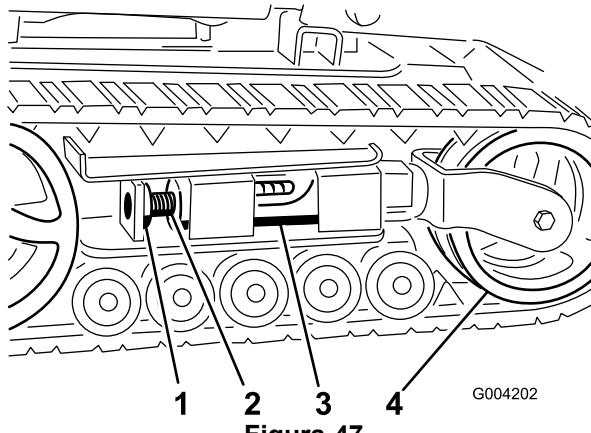
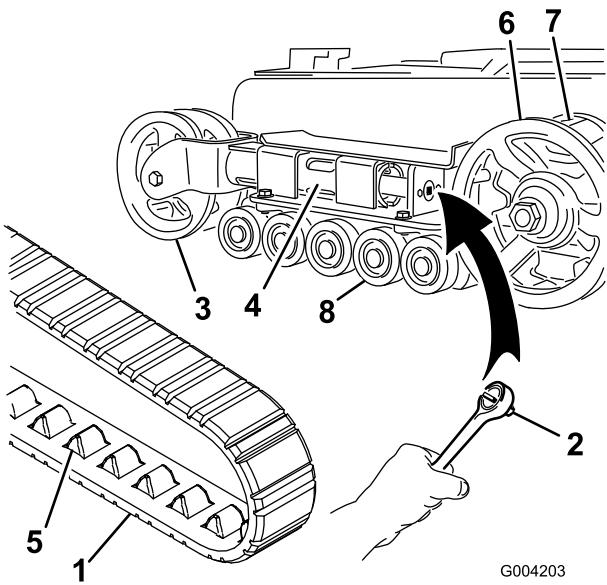

Figura 47
Figura 48
5. Alinee la muesca más próxima del tornillo tensor con el taladro del perno de bloqueo, y fije el tornillo con el perno de bloqueo y la tuerca (Figura 47).
3. Retire el perno de bloqueo y la tuerca (Figura 47).
4. Con una llave de vaso ( $\frac{1}{2}$ "), libere la tensión de transmisión girando el tornillo tensor en el sentido de las agujas del reloj (Figura 47 y Figura 48).
5. Empuje la rueda tensora hacia la parte de atrás de la unidad de tracción para mover el tubo tensor contra el bastidor (Figura 48). (Si no toca el bastidor, siga girando el tornillo tensor hasta que lo toque.)
7. Cuando haya retirado la oruga de la rueda tensora, retírela de la rueda motriz y de las ruedas de rodaje (Figura 48).
8. Comenzando en el piñón de transmisión, enrosque la nueva oruga alrededor del piñón, y asegúrese de que los dientes de la oruga queden entre los dientes del piñón (Figura 48).
9. Empuje la oruga por debajo de y entre las ruedas de rodaje (Figura 48).
6. Coloque el tapón engrasado sobre la cabeza del perno (Figura 48).
7. Sujete el tapón de la rueda de rodaje con la anilla a presión (Figura 48).